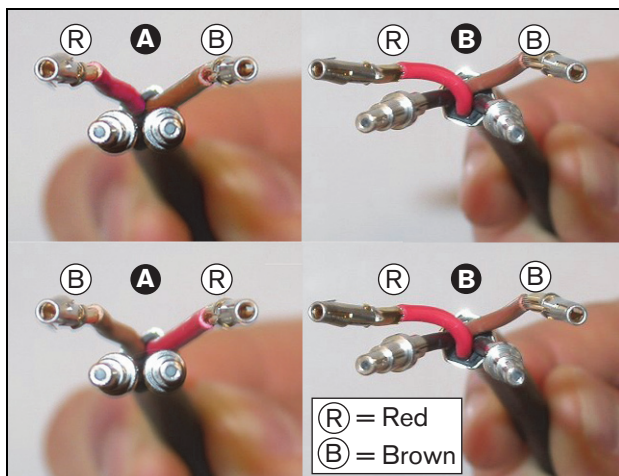

figure 30.31: Positionnement des fils de cuivre et des fibres
- 26 Vérifiez si les fils de cuivre et les fibres optiques plastiques sont correctement positionnés (voir figure 30.31).